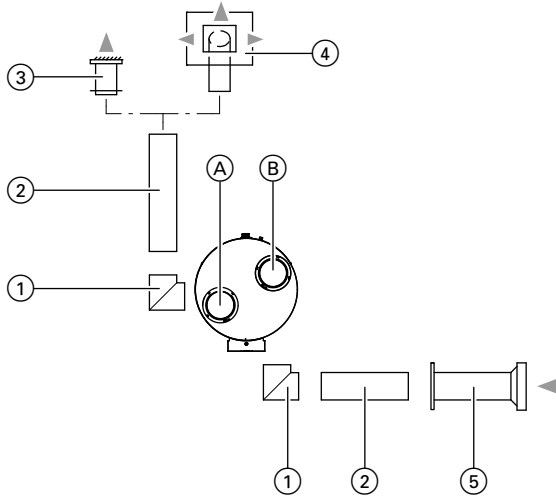

Abb. 11
- (B) Flexible Verbindungen für hydraulische Anschlüsse
- (C) Kunststoffrohre mit Wärmedämmung aus EPP oder wärmegegedämmte Flexrohre (DN 160 oder DN 180) für Leitungssystem Lufteintritt/Luftaustritt
- (D) Schwingungsdämpfung Wanddurchführung Lufteintrittsleitung
- (E) Schwingungsgedämpfte Aufhängung der Lufteintrittsleitung
- (F) Schalldämpfer Lufteintritt
- (G) Schalldämpfer Luftaustritt
- (H) Schwingungsgedämpfte Aufhängung der Luftaustrittsleitung
- (K) Schwingungsdämpfung Wanddurchführung Luftaustrittsleitung
- (L) Schwingungsdämpfung Fußboden
- (M) Stellfüße
1. Einzelne Leitungselemente mit Verbindungsstücken oder Muffen zusammenstecken: Siehe Systemdarstellungen Abb. 11 und 12.